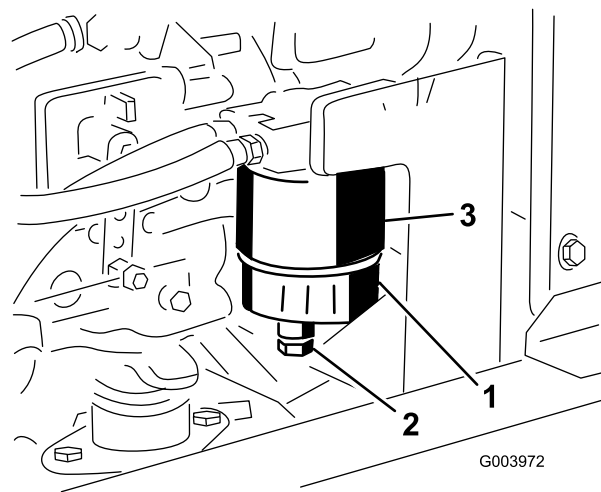

図 63
水セパレータ 図 63 の水抜きは毎日おこなって異物を除去してください。
2. フィルタ容器 図 63 下部のドレン・プラグをゆるめて水や異物を流し出す。
400 運転時間ごとにフィルタのキャニスタ (図 63) を交換してください。
1. フィルタ容器 (図 63) の周辺をウェスできれいにぬぐう。